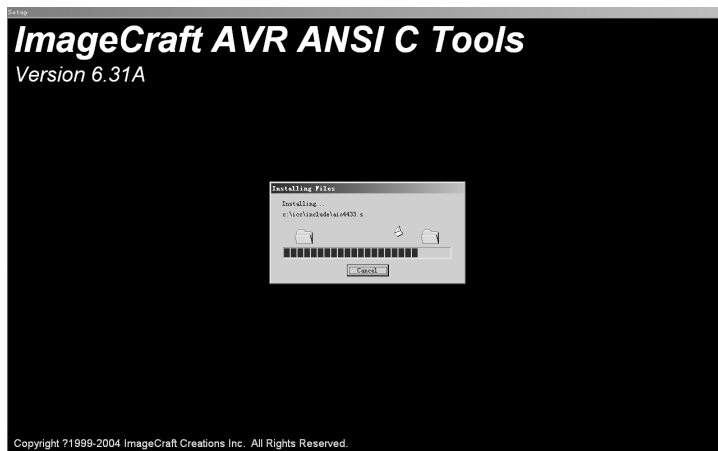

图 3.3 安装 ICC AVR, 进度
(2) 点击“Next”按钮，然后选择安装的文件夹之后点击“install”按钮，出现如图 3.3 所示的安装进度，完成后点击“Finish”按钮即可。